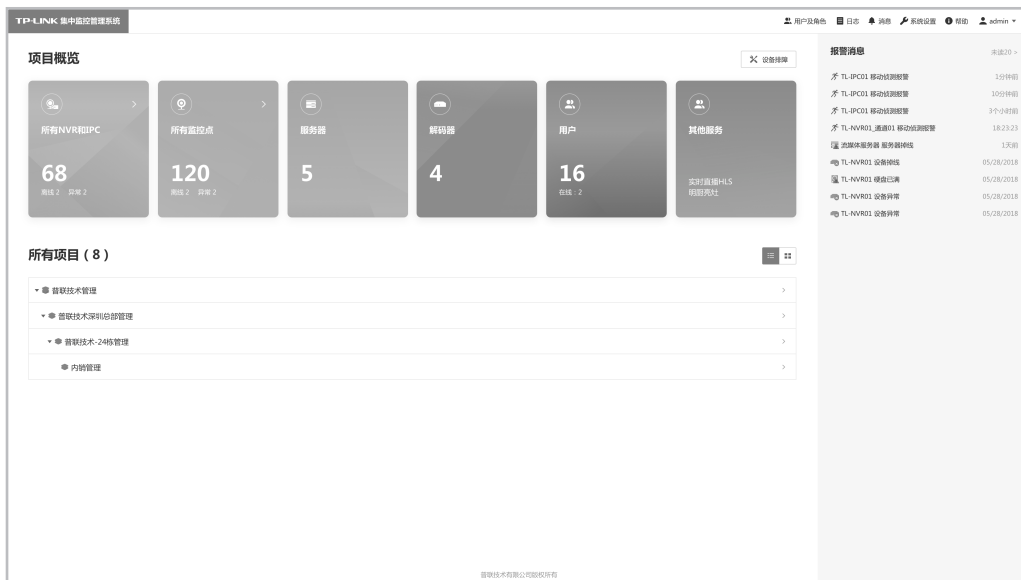

图4-2 项目首页
4. 重新设置管理员密码，设置密码后，点击完成，即可进入VMS系统项目首页，如图4-2。